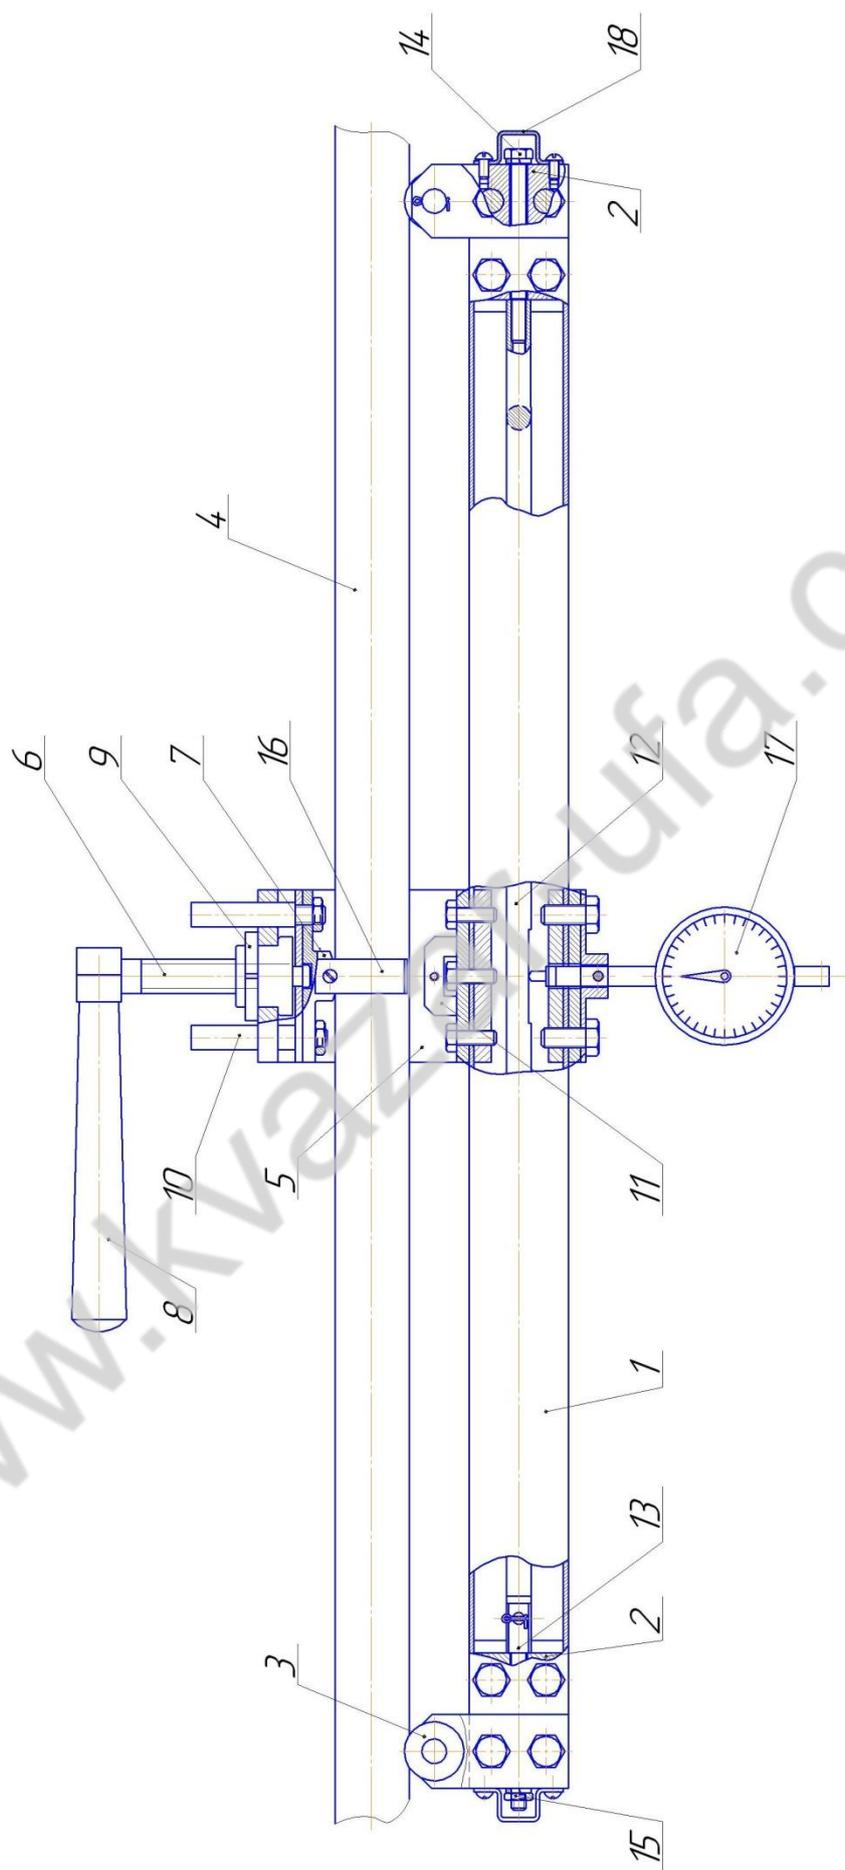

Рис.1
Устройство (внешний вид схематически изображен на рис.1.) состоит из пустотелой балки 1 прямоугольного сечения с заглушками 2 на концах. На заглушках 2 установлены шкивы 3, по которым пропускается испытуемый трос 4 (канат, кабель, провод и т. п.). В середине к балке 1 прикреплен кронштейн 5 с винтом 6 для натяга троса. Винт 6 с одной стороны заканчивается упором 7, а с другой стороны имеет рукоятку 8 для его вращения. Для поворота на необходимое число оборотов винта 6 служит метка на кольце 9, которая вращением кольца предварительно выставляется в условно нулевое положение. Перекос упора 7 при его перемещении предотвращается двумя направляющими 10. Страховку троса от избыточного натяжения выполняет ограничитель 11. Внутри балки 1 проходит стержень 12 с одной стороны шарнирно соединенный с тягой 13, пропущенной через отверстие в заглушке 2, а с противоположной стороны стержень соединен с болтом 14, также пропущенному через отверстие соответствующей заглушки 2. Болтом 14 и гайкой 15 обеспечивается выбор зазоров в указанных соединениях и легкий натяг стержня 12. Натяжение троса 4 производится вращением винта 6 на определенную величину. Балка 1 изгибается, при этом стержень 12 в результате своего шарнирного крепления к тяге 13 и незначительной изгибной жесткости болта 14 остается практически прямолинейным. Щиток 16 способствует удержанию устройства на тросе при работе. С помощью индикатора перемещений 17, прикрепленного к балке 1 и упирающегося своей ножкой в специально подготовленную на стержне 12 плоскую площадку, замеряется поперечное перемещение балки 1 относительно стержня 12. Это перемещение пропорционально поперечной нагрузке, действующей на трос 4 со стороны упора 7. При калибровке ИНТК-5 строится **Диаграмма нагружения** (Приложение 1), по которой можно определять силу натяжения троса в зависимости от показаний индикатора 17.
- проверке целостности фиксации натяжных болта 14 и гайки 15 (рис. 1) на торцевых заглушках 2 балки 1 измерителя (лакокрасочное покрытие головки болта и гайки в местах их соприкосновения с заглушками не должно иметь сколов).